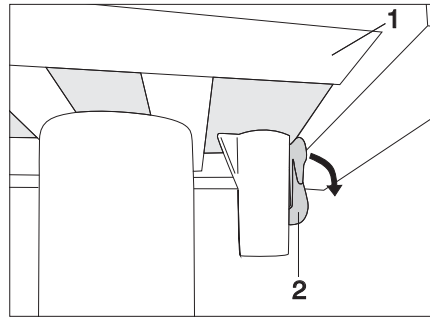

Fig. 95 Verrouillage de la table à une colonne (verrouillé)
- Pousser le levier d'arrêt (Fig. 95,2) vers le bas.
- Faire coulisser le plateau de table (Fig. 95,1) dans la position désirée.
- Pousser le levier d'arrêt (Fig. 95,2) vers le haut.